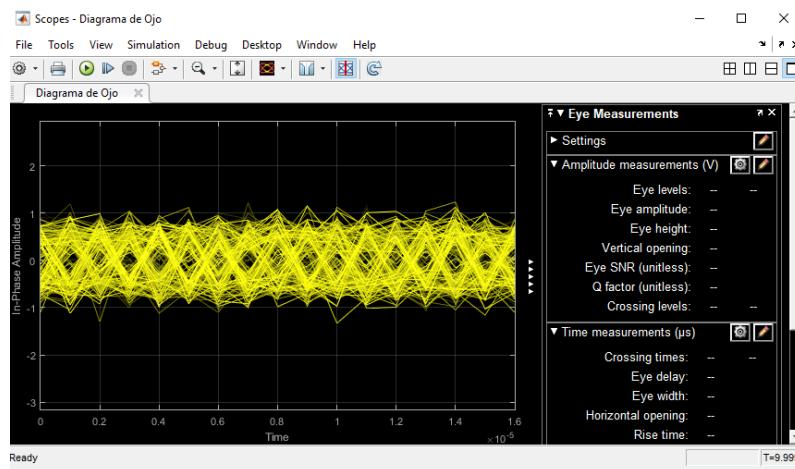

Figura 9: Diagrama de Ojo en Fase.
d) Al darle doble click en el bloque de diagrama de Ojo se deberá abrir un ventana tal como se muestra en la figura 9, donde se visualiza al lado derecho la pestaña llamada *Eye Measurements*. **NOTA: Matlab por defecto para las mediciones del diagrama de ojo desecha la parte imaginaria, pero si desea observar las respuestas de fase y cuadratura haga click en y luego en la pestaña View→Configurations properties ... en la casilla llamada Eye diagram to display seleccione real and imaginary**